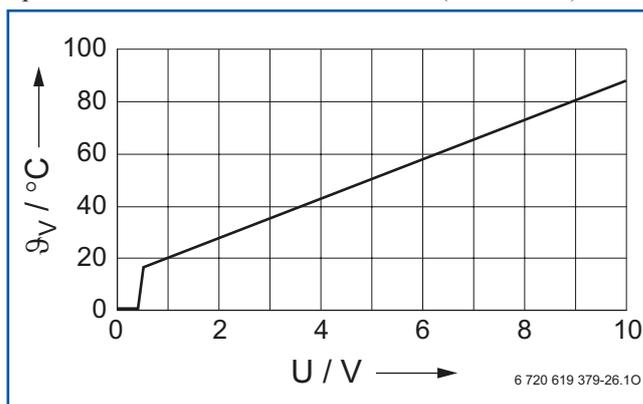

Рис. 11 Характеристика модуля сообщений о неисправностях EM10 (заданные значения)
На основе сигнала 0 – 10 Вольт постоянного тока возможно регулирование по температуре в прямом трубопроводе отопления или по мощности (см. Рис. 11).
- Управление отопительным котлом с помощью внешнего сигнала 0 – 10 Вольт постоянного тока. Через сигнал 0 – 10 Вольт постоянного тока отопительному котлу задаётся температура в подающей линии (см. рис. 11) или мощность.